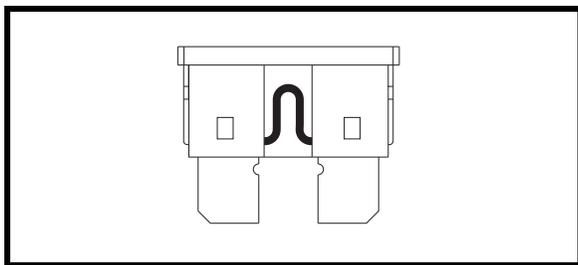

Figure 24. Fusible en bon état
2. Examinez-le pour vérifier s'il est brûlé. **Voir les figures 24 et 24A.**